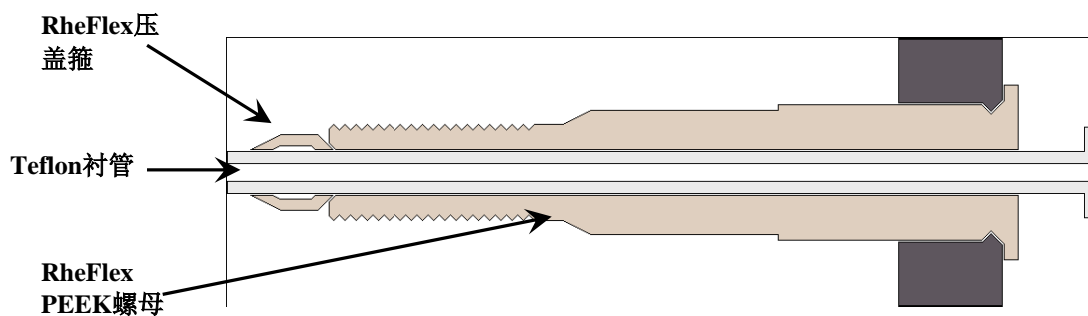

图5-5. 针头端口接头, P/N 00110-22030
- 将衬管、RheFlex®压盖箍和RheFlex螺母的丝锥部分插入转向/进样阀的5号端口（见图5-5）。